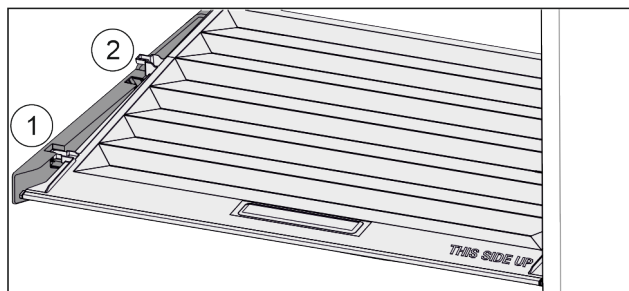

Fig. 68
- ▶ Deslice la tapa hacia adelante hasta la abertura de las piezas de sujeción Fig. 68 (1).
- ▶ Levántela por detrás desde abajo y retírela tirando hacia arriba Fig. 68 (2).